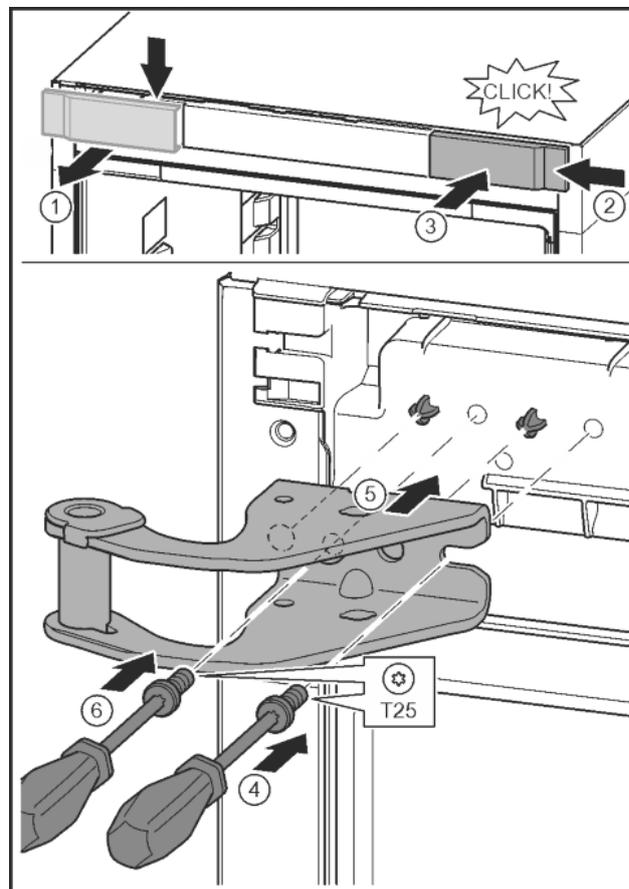

Fig. 13
- ▶ Uvoľnite kryt a odoberte ho z boku. *Fig. 13 (1)*
- ▶ Kryt nasadte na druhú stranu sprava otočený o 180°. *Fig. 13 (2)*
- ▶ Kryt zaklapnite. *Fig. 13 (3)*
- ▶ Skrutkovačom T25 nasadte skrutku. *Fig. 13 (4)*
- ▶ Nasadte hornú ložiskovú konzolu. *Fig. 13 (5)*
- ▶ Skrutku pevne zaskrutkujte. *Fig. 13 (4)*
- ▶ Skrutku nasadte a pevne zaskrutkujte skrutkovačom T25. *Fig. 13 (6)*